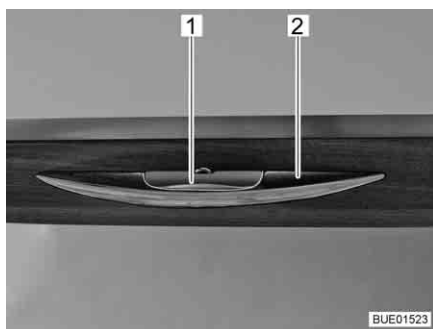

Fig. 53 Sportello del mobile con maniglia di sbloccaggio
- Premere la maniglia di sbloccaggio (Fig. 53,1) e mantenerla premuta.
- Tirare la maniglia (Fig. 53,2) finché lo sportello del mobile non si apre.